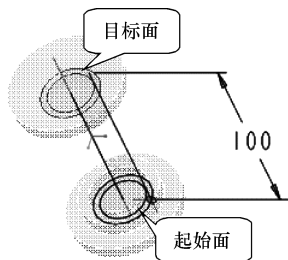

图 9-28 测量距离
(18) 在图形区选择如图 9-28 所示的面 1 作为起始曲面，面 2 作为目标曲面，如图 9-28 所示。
(19) 系统自动测量其距离作为弹簧的新长度，此时测得的距离值为 84。单击【距离】对话框中的 按钮，关闭对话框，回到【可变项目】对话框，在【尺寸】列表中自动添加了新值。